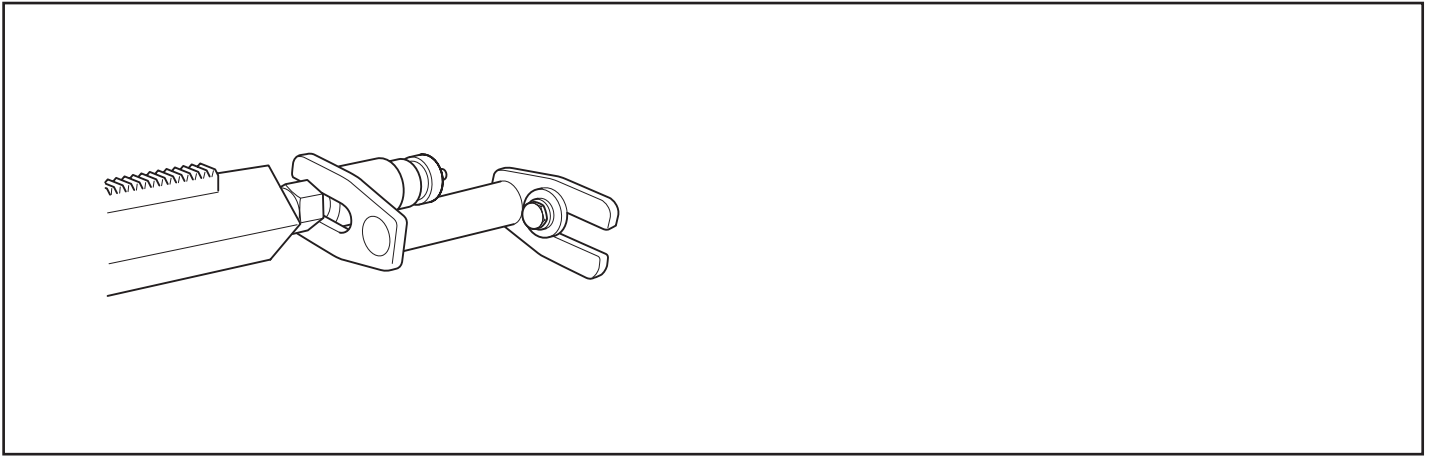

Fig.19
7. För ytterligare säkring av borrhjulet kan expanderfäste användas (Fig. 19). Fästet justeras mot stämpskruven och fixeras i taket med en expanderbult. Säkra med låsmutter 30 mm.
7. Som en yderligere sikring af boresøjlen kan ekspanderbeslaget anvendes (Fig. 19). Beslaget justeres mod stempelskruen og fastgøres i væggen med en ekspansionsbolt. Det sikres med en 30-mm-låsemøtrik.
7. For ytterligere sikring av borsøylen kan ekspanderfeste benyttes (Fig. 19). Festet justeres mot søyleskruen og fikseres i taket med en ekspanderbolt. Sikre med låsemutter 30 mm.